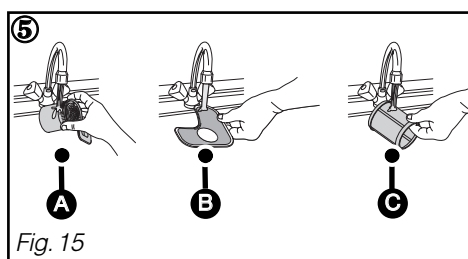

Fig. 15
② Dévissez d'un quart de tour le filtre à déchets puis le retirer Ⓐ .
③ Retirez le filtre principal Ⓑ .
④ Retirez le tamis micro filtre Ⓒ .
⑤ Nettoyez soigneusement les filtres Ⓐ , Ⓑ et Ⓒ sous l'eau courante. (Fig. 15)